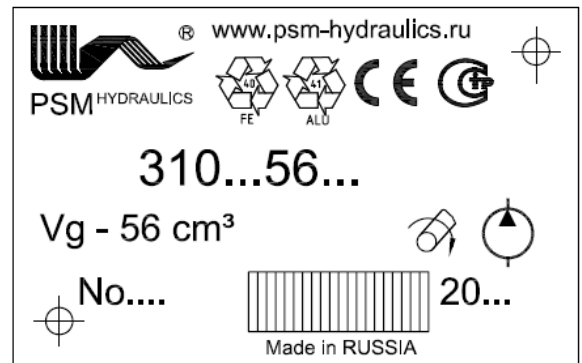

Рисунок 2 – Табличка
1.7.1 Маркировка изделия выполнена на табличке (рисунок 2), прикрепленной к корпусу, и содержит следующие сведения: